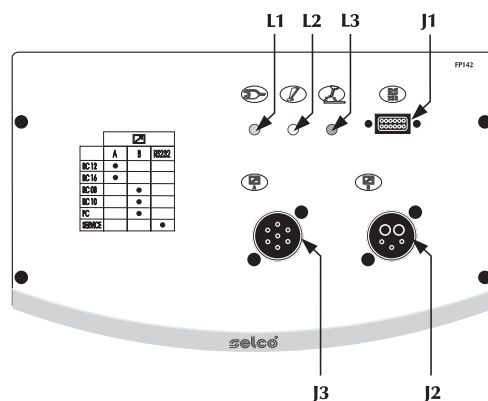

Fig.1
2.1.1 Bedieningspaneel voorkant FP142 (Fig. 1)